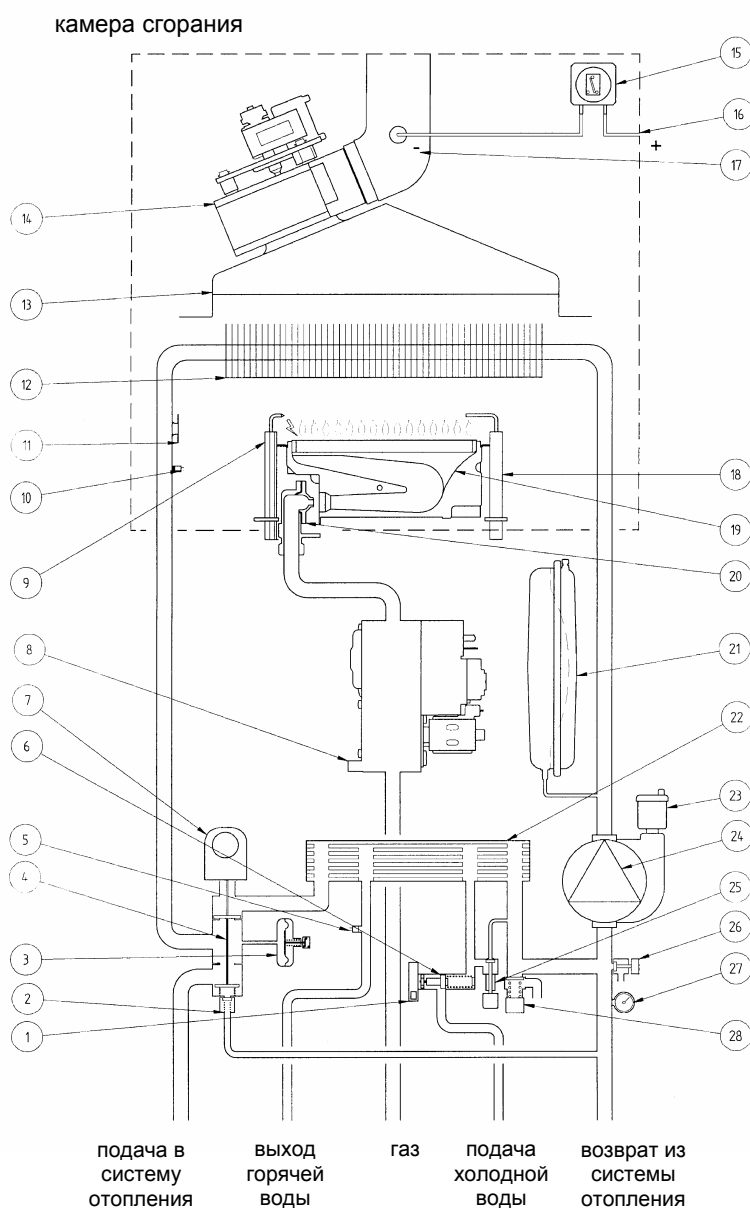

Рис.20
Внимание: В случае если датчик температуры контура ГВС (позиция 5, Рис.20 – 21) выйдет из строя, производство горячей воды контура ГВС будет продолжено. В данном случае контроль температуры осуществляют с помощью датчика на подаче.
Данное устройство (позиция 15 Рис.20)-обеспечивает включение основной горелки при условии исправной работы вытяжного дымохода.
- **Термостат перегрева** - благодаря датчику (позиция 11 Рис.20 – 21), установленному на выходной трубе первичного теплообменника, в случае перегрева воды первичного контура прекращается подача газа в горелку. При этом котел останавливается. После устранения причины, вызвавшей блокировку, возможно повторное включение. Для этого необходимо кратковременно перевести переключатель режимов (Рис.2) в позицию (R).
Электрод для определения наличия пламени (позиция 18 Рис.20), расположенный с правой части горелки, гарантирует безопасность работы и блокирует котел при нарушении подачи газа или неполном горении основной горелки.
- **Водяной сбросной клапан системы отопления** (позиция 28 Рис.20) - настроен на давление 3 бар и установлен в системе отопления.